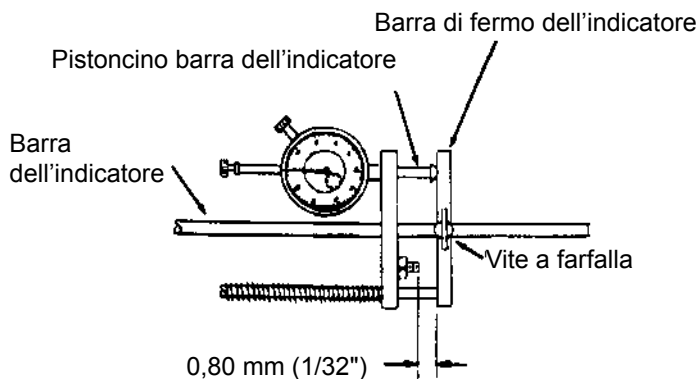

FIG. 58
- A. Dopo aver molato un cilindro, verificare la rotondità su ciascuna estremità del cilindro e sul centro prima di rimuovere il cilindro rettificato. Vedere la FIG. 57. Allentare il dado a farfalla sulla barra dell'indicatore, saldamente contro una lama. Ritrarre la barra di fermo dell'indicatore fino a ottenere uno spazio di 0,80 mm (1/32") tra la barra e la vite di fermo. Questo serve a permettere la rotazione delle lame del cilindro affinché si adattino solo all'incudine tondeggiante. Vedere la FIG. 58. Su ogni punto (sinistra, destra e centro) ruotare manualmente il cilindro e osservare le variazioni dell'indicatore. Tutte le letture devono essere entro 0,050 mm (0,002").